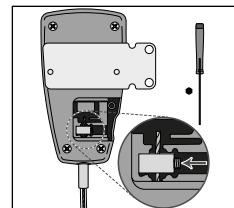

Fig. 6
5. Desserrez avec la clé Allen la vis de sécurité du bloc d'extrémité de deux à trois tours et retirez le bloc du câble intérieur (**Voir Fig. 6**).